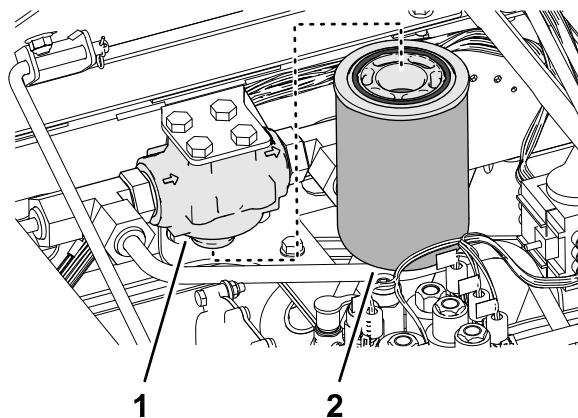

図 163
3. チャージフィルタとフィルタヘッドの周囲をきれいに拭く **図 163**。